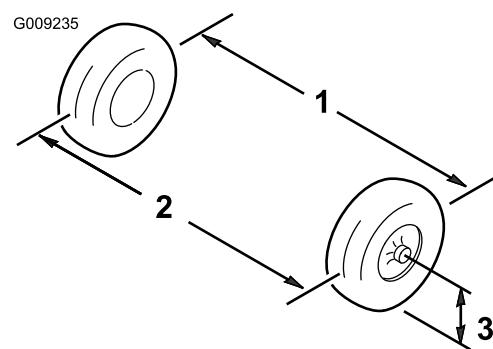

Рисунок 55
- Измерьте расстояние между обеими передними шинами на уровне моста, с передней и задней стороны передних шин (Рисунок 55).